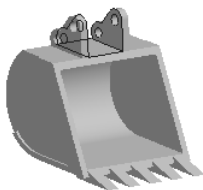
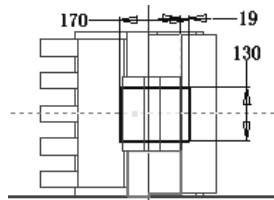

图 6.15 拉伸 5
图 6.17 截面草图
(3) 定义拉伸属性。单击 **草图** 选项卡 **返回到三维** 区域中的  按钮，在“拉伸”对话框 **范围** 区域中的下拉列表中选择 **距离** 选项，在“距离”文本框中输入 180，并将拉伸方向设置为“对称”类型 。
(4) 单击“拉伸”对话框中的 **确定** 按钮，完成拉伸特征 4 的创作。
Step 10 创建图 6.15 所示的拉伸特征 5。
(1) 选择命令。在 **创建** 区域中单击  按钮，系统弹出“创建拉伸”对话框。
(2) 定义特征的截面草图。单击“创建拉伸”对话框中的 **创建二维草图** 按钮 ，选取图
6.16 所示的模型表面作为草图平面，进入草绘环境。绘制图 6.17 所示的截面草图，单击  按钮。